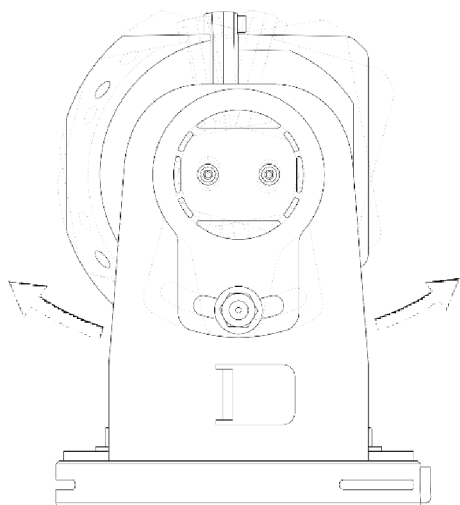

図25: 傾斜調整
1. カメラの垂直角度を調整します。図25を参照してください。